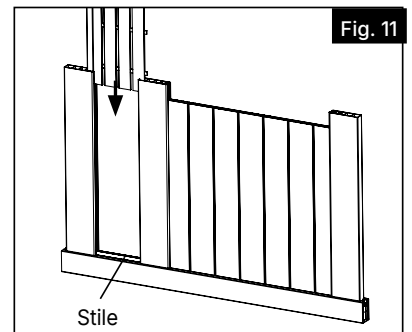

Fig. 11
- g. Ensuite, faire glisser le panneau-écran décoratif avec le profilé de support dans le haut de la traverse, et faire glisser le bas du panneau-écran dans la fente de la traverse médiane (Fig. 11).
S'assurer que la barrière est d'équerre. Mesurer en diagonale du coin du haut de la traverse de gauche (A) au coin du bas de la traverse de droite (B). Noter la longueur. Ensuite, mesurer en diagonale du coin du haut de la traverse de droite (C) au coin du bas de la traverse de gauche (D). Noter la longueur. Veiller à ce que les deux mesures soient identiques avant de fixer les vis dans les montants (Fig. 11).